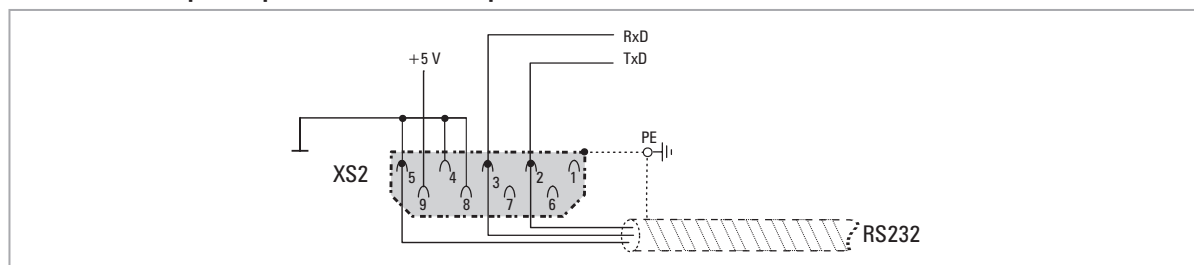

Figura 7.5.1: Conexión serie (sin aislamiento)
- un cable blindado (código 8S8F59) para conexión al puerto PC RS232 del convertidor al conector RS232 del PC, consulte la figura 7.5.1-A.
- un cable blindado (código 8S8F59) para conexión al puerto PC RS232 del convertidor al conector RS232 del PC, consulte la figura 7.5.1-B.
- un cable blindado (código 8S8F59) para conexión al puerto PC RS232 del convertidor al adaptador RS232/RS232, consulte la figura 7.5.1-C.